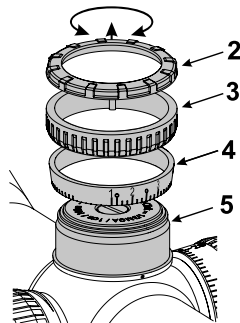

Fig. 3
Après le réglage du tir à 100 m, l'anneau balistique (4) qui correspond à la munition utilisée est enfilé sur la molette (5) (Fig. 3).